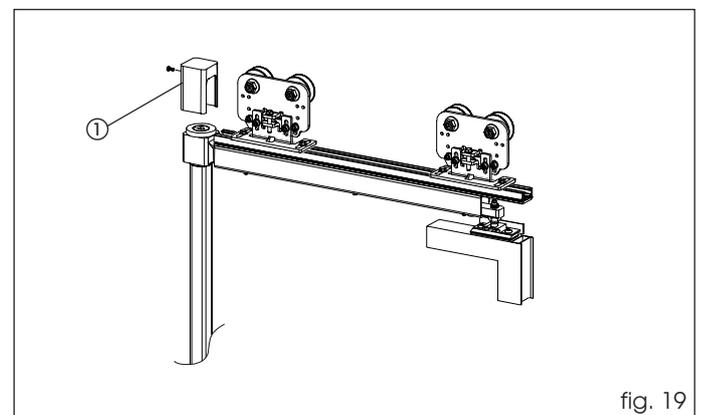

fig. 19
Monter le bouchon de fermeture en utilisant la vis fournie ( fig. 19 réf. ①).